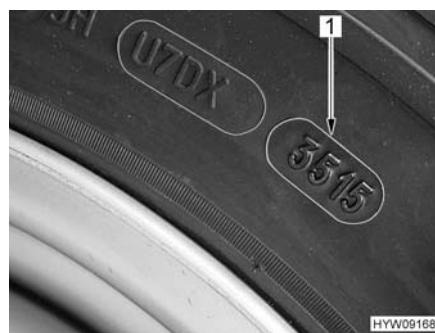

Fig. 189 Numero DOT
- ▶ I pneumatici non devono avere più di 6 anni perché la mescola di gomma col tempo invecchia e si sbriciola. Il codice DOT (Fig. 189,1) di quattro cifre sul fianco del pneumatico indica la data di produzione. Le prime due cifre indicano la settimana, le ultime due cifre l'anno di produzione.